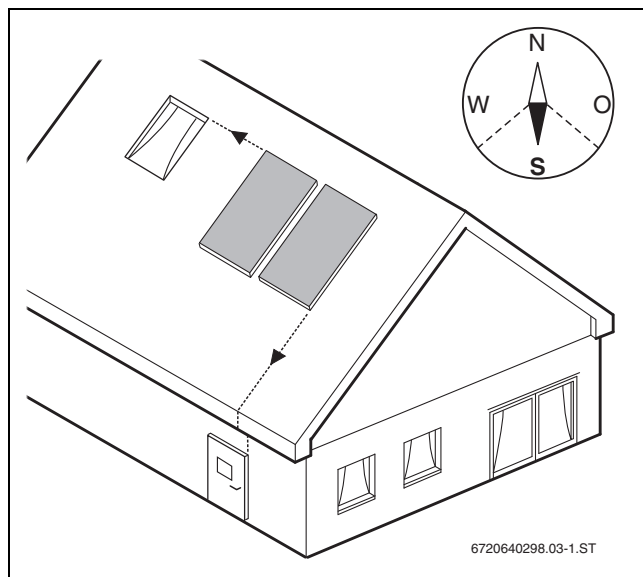

Bild 18 Kollektoren sorgfältig ausrichten
- Kollektorfeld möglichst südlich ausrichten (→ Bild 18).
- Kollektorfeld so ausrichten, dass es mit Fenstern, Türen usw. fluchtet (→ Bild 18).